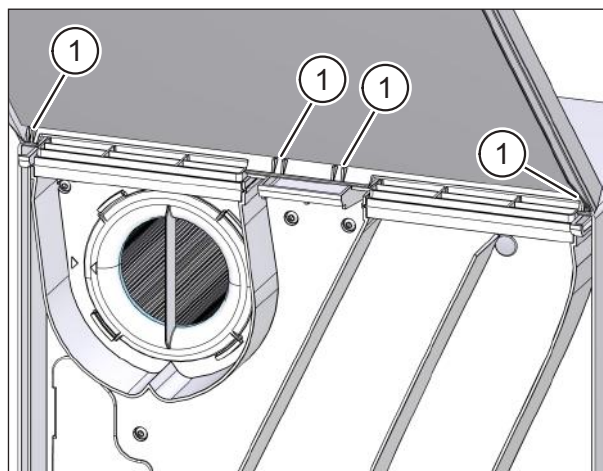

Рис. 44: установить крышку на вентиляционную установку
- ▶ Вставьте выступы (поз. 1 на рис. 44) крышки установки в отверстия на верхней части вентиляционной установки.